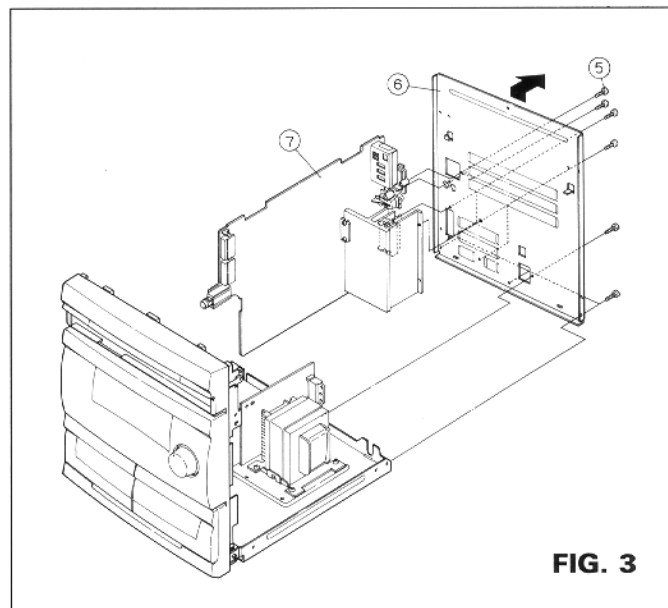

FIG. 3
3.3. Como desmontar o gabinete traseiro e a P.C.I. principal (FIG.3)
- 3.3.1. Remova os 10 parafusos (nº 5); deslize o gabinete traseiro (nº 6) para cima e retire-o para trás como indicado pela seta na FIG.3
AJUSTE DO NÍVEL DE PARADA AUTOMÁTICA EM FM (Fig. 3)